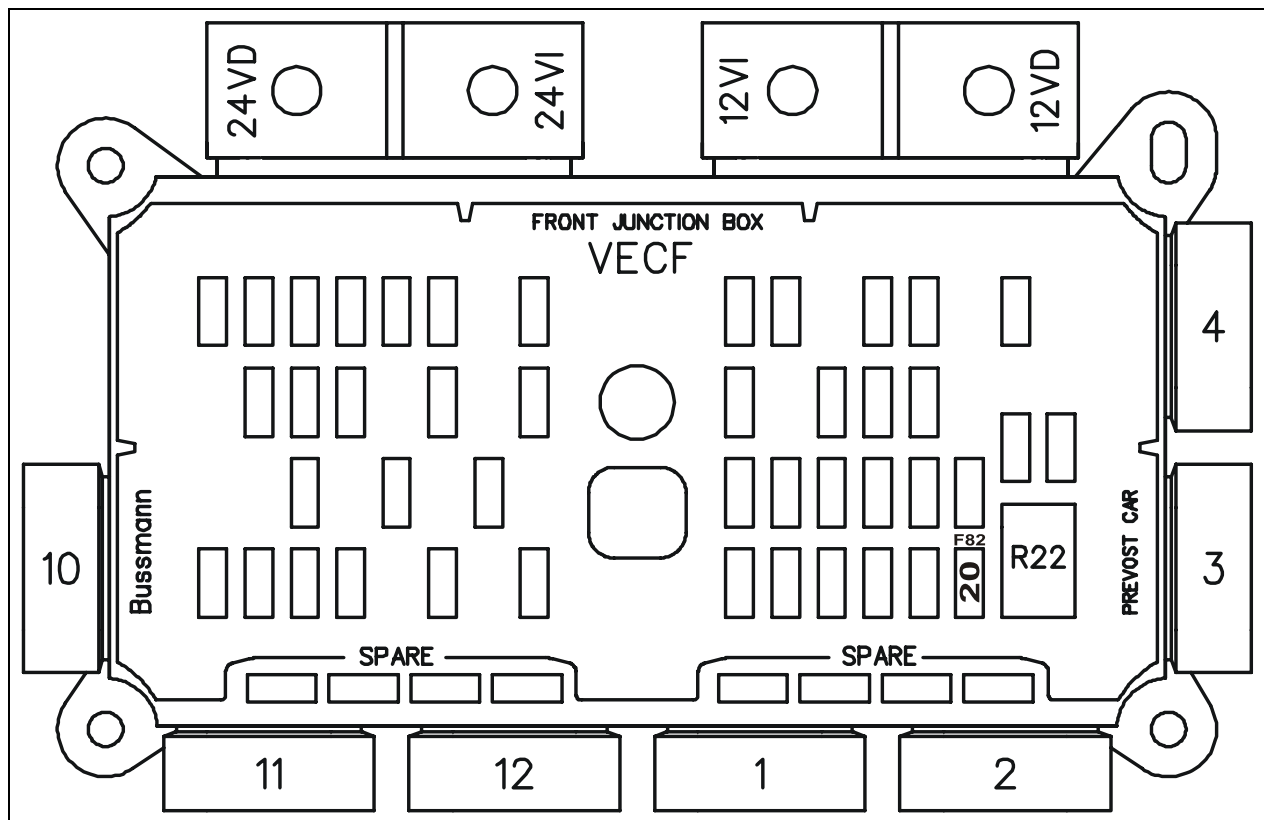

FIGURE 4 : VECF
- Retirer le couvercle du VECF puis remplacer le fusible de 15A F82 par un fusible de 20A (563282). Indiquer à l'aide d'un marqueur permanent ou d'un autocollant que le fusible doit être de 20A (Voir figure 4)